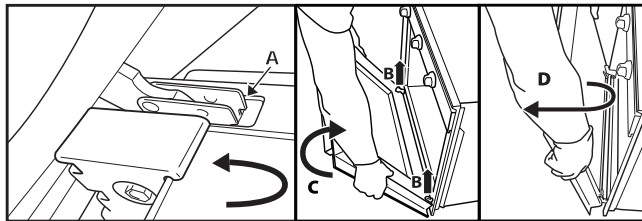

Fig. 2
3. Stäng luckan så långt det går (A), lyft den (B) och vrid den (C) tills den lossnar (D) (Fig. 2).